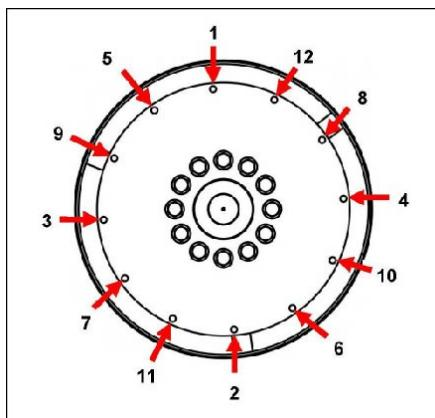

РИС. 22. ПОСЛЕДОВАТЕЛЬНОСТЬ КРЕПЛЕНИЯ
10. Извлеките установочные штифты. Установите на место болты муфты, поместив под их головками усиленные стопорные шайбы. Затяните болты крепления диска муфты к маховику, соблюдая последовательность, указанную в Рис. 22 на стр. 48.